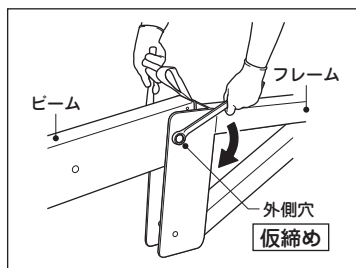

図8
- ③ ビームの片側を持ち上げて、フレームの上部側の穴とビームの外側の穴を合わせ、ビームのボルトとナットで仮締めしてください。(図8)